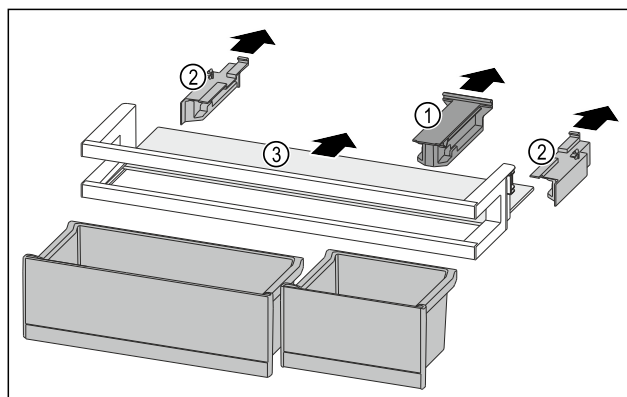

Fig. 186
- Halteteil Fig. 186 (1) abziehen.
- Seitenteile Fig. 186 (2) abziehen.
- Abstellfläche Fig. 186 (3) entnehmen.